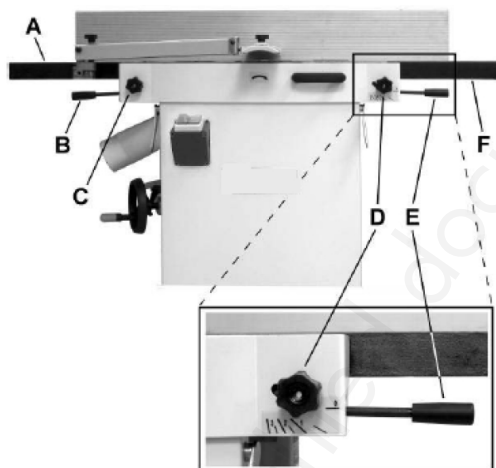

Fig. 9: Vandiktebank
De vergrendelknop (C, Fig. 9) en de hefhandgreep (B, Fig. 9) regelen de hoogteverstelling vanaf de afvoertafel (A, Fig. 9). De afvoertafel is in de fabriek afgesteld vóór levering en mag niet worden verplaatst, behalve voor bepaalde afstellingen.
De vergrendelknop (D, Fig. 9) en de hefhandgreep (E) regelen de hoogteverstelling van de aanvoertafel (F, Fig. 9). Ga als volgt te werk om af te stellen:
1. Draai de vergrendelknop (D, Fig. 9) los.
2. Breng de hefhendel (E, Fig. 9) omhoog om de aanvoertafel in te stellen voor een niet-diepe materiaalsnede. Laat het handvat zakken voor een diepe snede.
3. Draai de vergrendelknop (D, Fig. 9) vast.